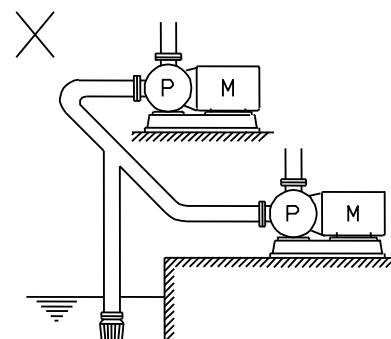

図 4
- (f) 吸込配管を、分岐にしないようにしてください(図 4)。1 台運転の時、停止中のポンプから空気を吸い込み、揚水不能となることがあります。